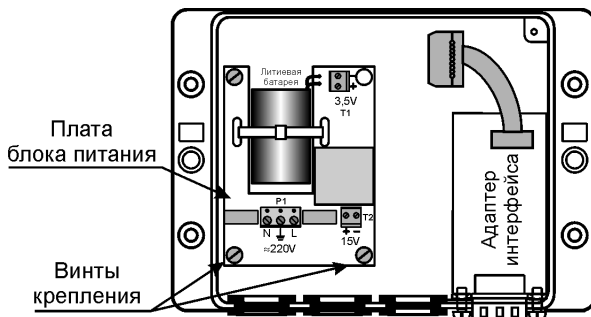

Рис. 2 – Схема подключения блока сетевого питания
Плата блока устанавливается в нижней части вычислителя ВКТ–7 и крепится на 3 винта (рис. 2).
2. Установить блок питания в нижнюю часть вычислителя (рис. 2) и закрепить саморезами.
1. Установить блок питания в нижнюю часть вычислителя (рис. 2) и закрепить саморезами.